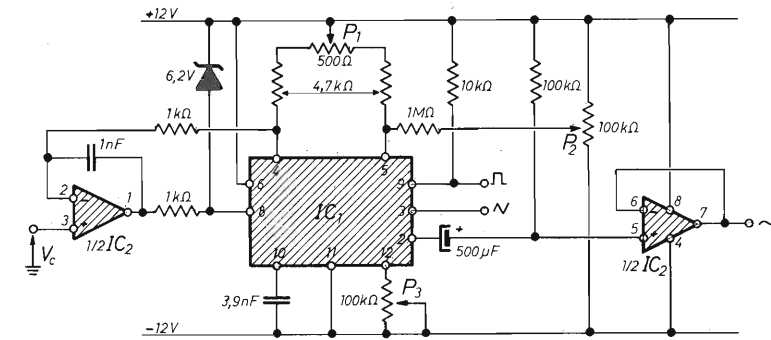

figura 13
2) VCO con uscita sinusoidale, triangolare e quadra. IC1 è l'ICL8038 chip generatore di segnali. IC2 è un LM358 o μA747. P1 e P2 regolano la simmetria dei segnali di uscita. P3 ottimizza la distorsione della sinusoide. Il range di frequenza può essere ottimizzato scegliendo opportunamente il condensatore collegato sul pin 10 (figura 13).